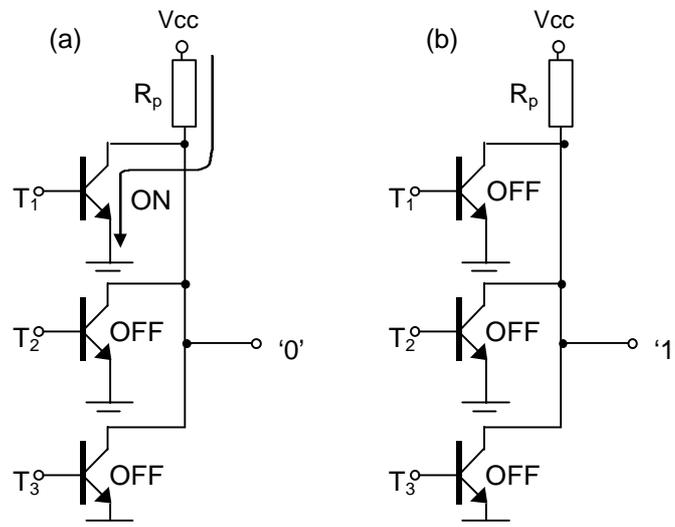

**Figura 4.15.** Puerta NAND TTL salida open-colector.
2. **Open-Colector:** La salida se toma del colector del transistor  $T_3$  (Figura 4-15). Para que el circuito funcione se debe conectar una resistencia de pull-up externa entre la salida y la fuente de alimentación. Cuando  $T_3$  no conduce la salida es llevada a  $V_{cc}$  a través de la resistencia externa. Cuando  $T_3$  se satura, la salida se lleva a un potencial próximo a tierra a través del transistor saturado.